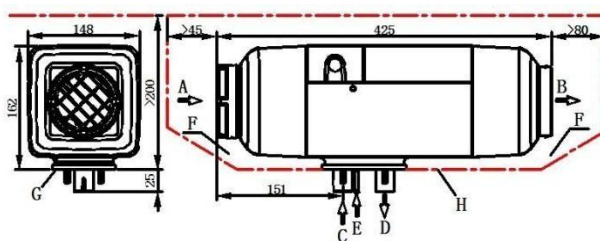

Рис.8
Просьба убедиться, чтобы не было посторонних предметов в пространстве между нижней поверхностью нагревателя и установочной поверхностью автомобиля (рис.8-F).
4.2.3 Между отопителем и установочной поверхностью транспортного средства необходимо обеспечить хорошее уплотнение. Специальное уплотнение, которое поставляется производителем (как показано на Рис. 8), должно быть вставлено между, при установке. Поверхность, на которую устанавливается отопитель должна быть ровной. Место, на которое устанавливается отопитель, может иметь неровности менее 1 мм. После того как будут просверлены установочные отверстия, неровности поверхности должны быть устранены в соответствии с данными требованиями. После установки плотно закрутите четыре поставляемые производителем гайки М6. Гайки нужно затягивать с моментом $6\text{Нм}+1\text{Нм}$.